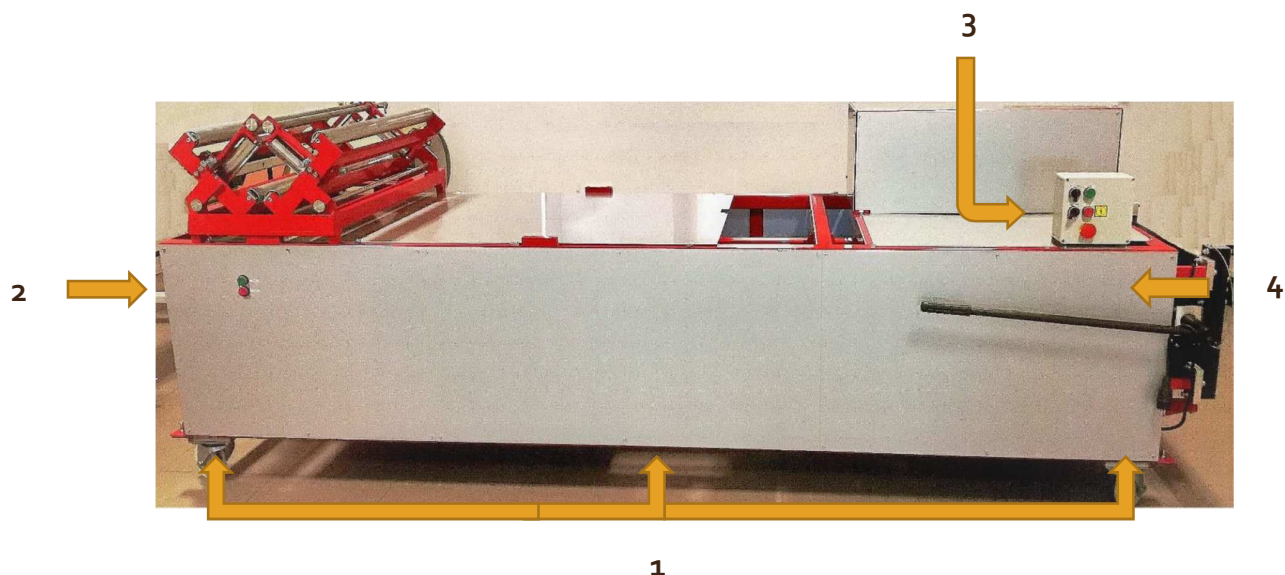
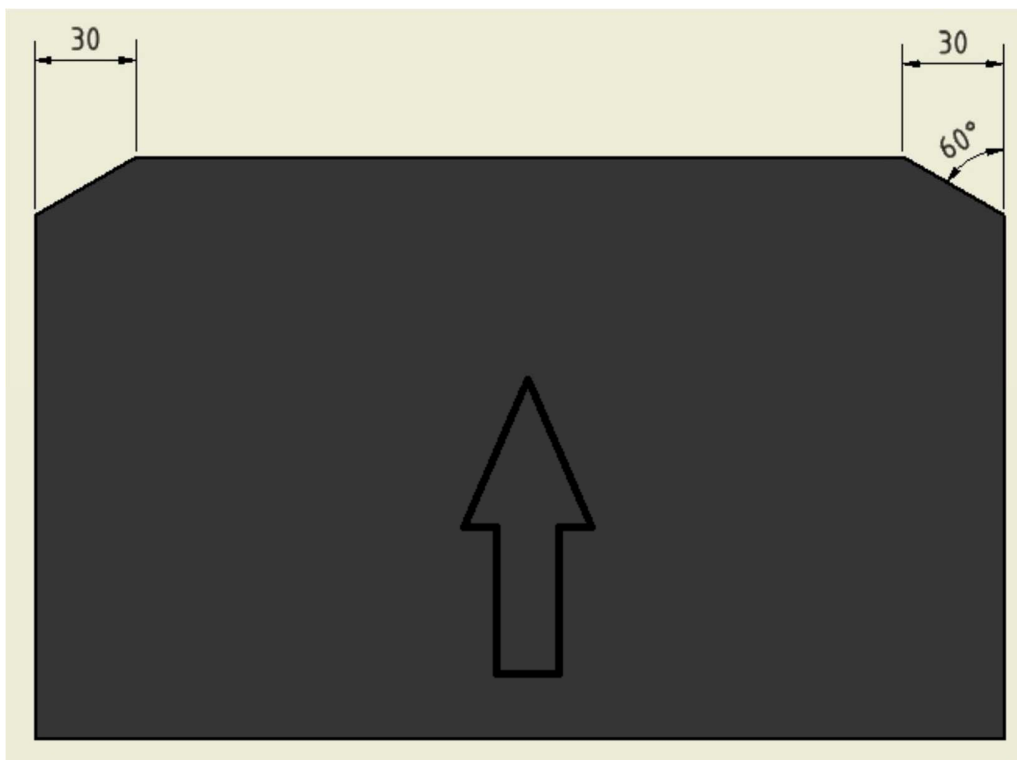

Fig.2
Fig. 4
La fijación de la máquina se efectuará en los puntos de anclaje habilitados para su fijación (Fig.2, ítem 1).
Para cortar el perfil en la dimensión deseada utilice la guillotina manual (Fig.2 pos.4).
Antes de colocar la banda de aluminio en las guías de entrada, corte las esquinas como se indica en la fig.4 para facilitar la entrada en los rodillos de fabricación. A continuación, inserte la banda en las guías (Fig.2, ítem 2) y empuje hasta tocar los rodillos de tracción de goma.